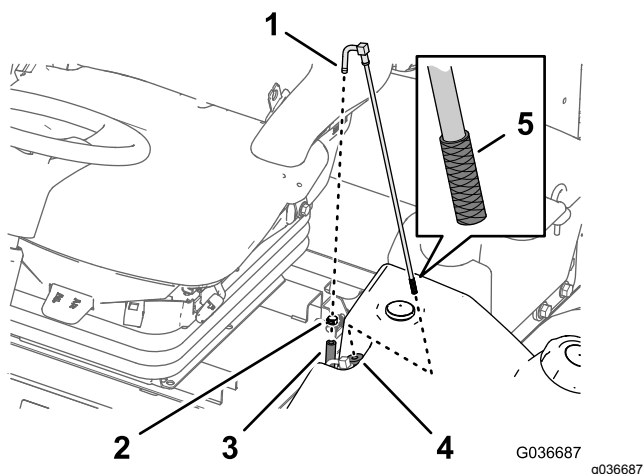

Figura 73
1. Retire a abraçadeira de tubos que prende o tubo de alimentação do combustível à união do tubo de recolha de combustível (Figura 73).
2. Separe a tubagem da união (Figura 73).
3. Levante o tubo de recolha de combustível do depósito do combustível (Figura 73).
4. Limpe quaisquer detritos no filtro na extremidade do tubo de recolha de combustível (Figura 73).
5. Insira o tubo de recolha de combustível através do casquilho de borracha e no depósito (Figura 73).